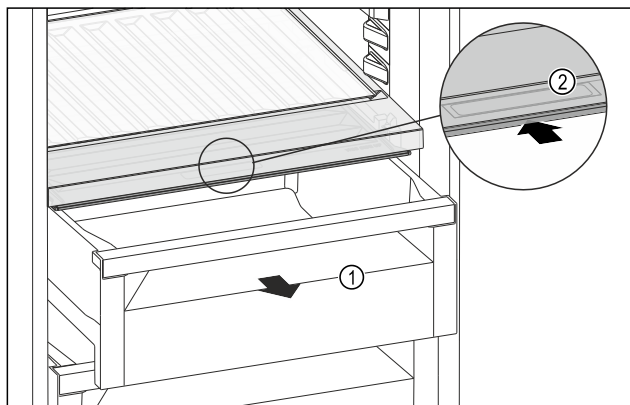

Fig. 198
- Estrarre il cassetto Fig. 198 (1).
- Afferrare la maniglia incassata Fig. 198 (2) sul coperchio dello scomparto e spingere allo stesso tempo all'indietro il coperchio dello scomparto.